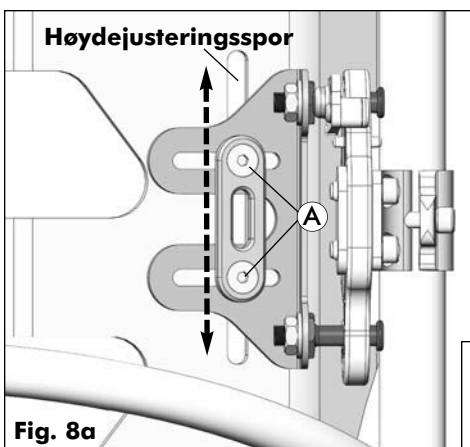
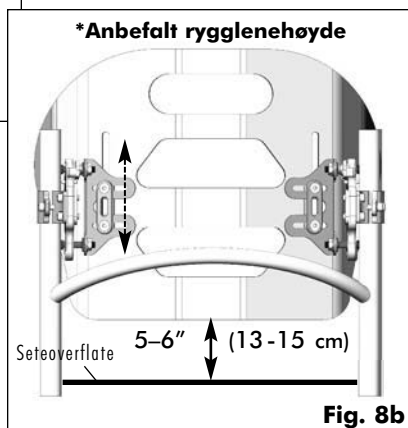

Fig. 8a
Fig. 8b
- Høydejustering av MX2:** Høyden på MX2-rygglenet kan justeres etter behov ved hjelp av sporet i MX2-rygglenet (se **fig. 8a**). Anbefalt rygglenehøyde* er ca. **5–6" (13–15 cm)** fra toppen av **seteoverflaten** (seteputen eller seteplaten; se **fig. 8b**).